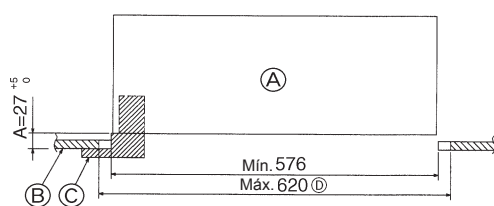

Fig. 8-2
①	Dimensões da grelha	1	650 × 650 (mm)
②	Parafuso com anilha fixa	4	M5 × 0,8 × 25 (mm)
③	Manómetro	1
④	Fecho	2
⑤	Banda	2
8.2. Preparar a fixação da grelha (Fig. 8-2)